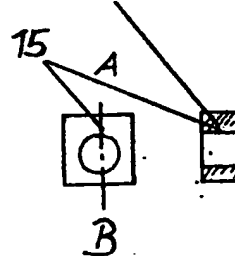

Fig. 3
Fig. 3 — Die Transportbügelhalterungen lassen sich durch die Neuerung der einfachen Bauweise problemlos an die Rückfront des Anglersitzkastens montieren, um den nun zusammengeschraubten Transportbügel aufzunehmen.
- Fig. 3 — Transportbügelhalterung